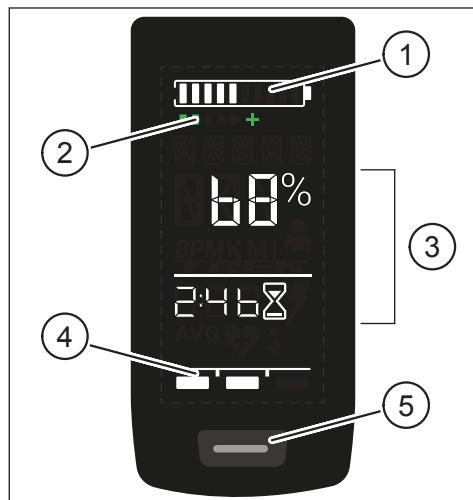
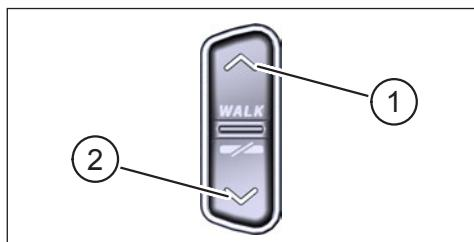

Fig. 1: Funcionamiento y componentes indicadores en Display
Fig. 2: Funcionamiento el Remote
Pos. en Fig. 1	Descripción
Pos. en Fig. 2	Descripción
- Mantenga pulsado el botón en el Display (Pos. 5 en Fig. 1) y el botón ABAJO en el Remote (Pos. 2 en Fig. 2) durante al menos 5 segundos.
- Con una **breve** pulsación en el botón de la Display (Pos. 5 en Fig. 1) se cambia a la siguiente vista de pantalla.
- Pulse la tecla ABAJO del mando Remote (Pos. 2 en Fig. 2).